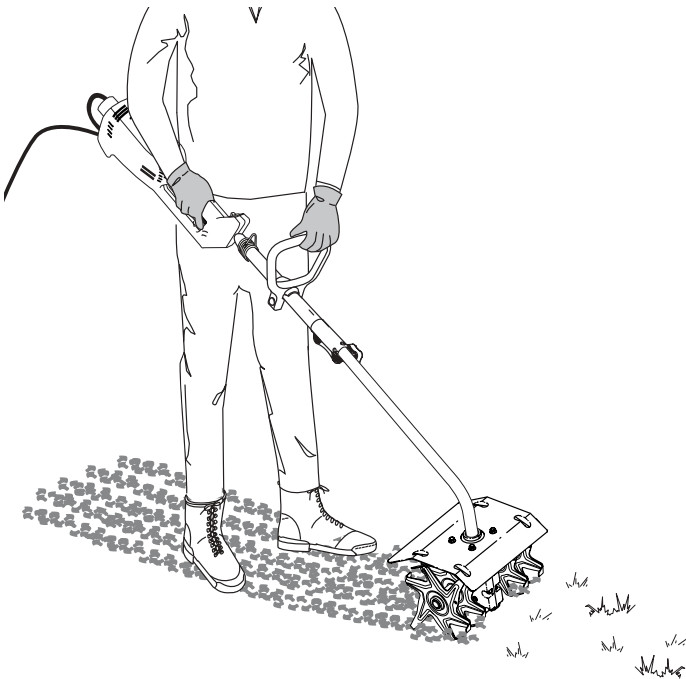

Fig. 4
4. Tenez les prises de l'arbre et de la poignée fermement et abaissez lentement le cultivateur jusqu'à ce que les dents touchent le sol (Figs. 4 et 5).